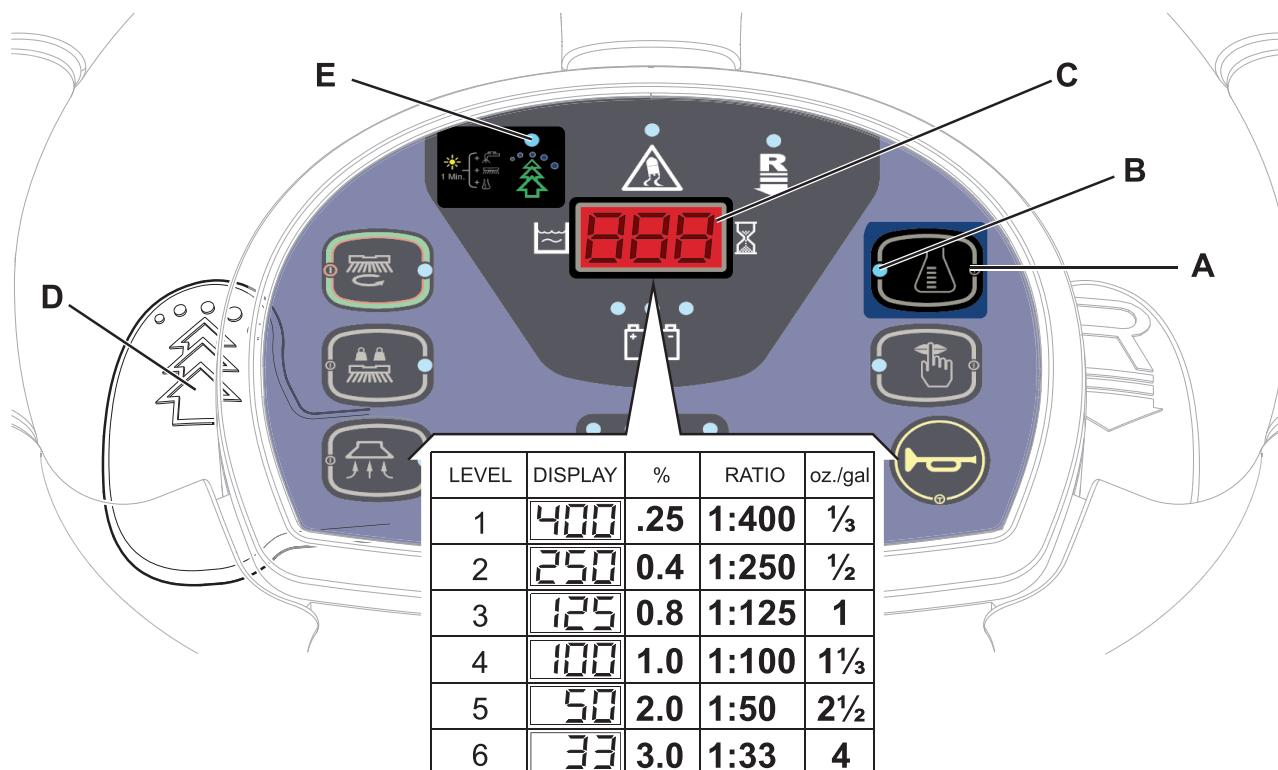

Figure 4
Le système pour le mélange du détergent à l'eau de lavage est activé en appuyant sur le bouton-poussoir de réglage du pourcentage de détergent (A, Fig. 4) : si le DEL (B) est allumé, le détergent est ajouté à l'eau de lavage.
1. Désactiver le bouton de réglage du pourcentage de détergent (A) [la DEL (B) doit être éteinte].
2. Appuyer et maintenir le bouton de réglage du pourcentage de détergent (A) jusqu'à ce que la DEL (B) clignote.
3. Relâcher le bouton (A). Appuyer à nouveau rapidement sur le bouton-poussoir pour passer au niveau successif indiqué par l'afficheur (C) comme le montre le tableau dans la figure 4 ; répéter la procédure jusqu'à atteindre le niveau désiré.
4. Attendre jusqu'à ce que le DEL (B) arrête de clignoter : la configuration du nouveau niveau est terminée.
Soulever le levier EcoFlex (D, Fig. 4) à chaque fois qu'une plus grande puissance de lavage est temporairement nécessaire. En soulevant le levier (D) [DEL (E) clignotante], le flux de solution augmente, la fonction d'extra-pression des brosses est activée et (pour les machines équipées du système EcoFlex) la concentration de détergent augmente dans la solution (si la fonction de mélange du détergent est désactivée, elle s'active automatiquement)..